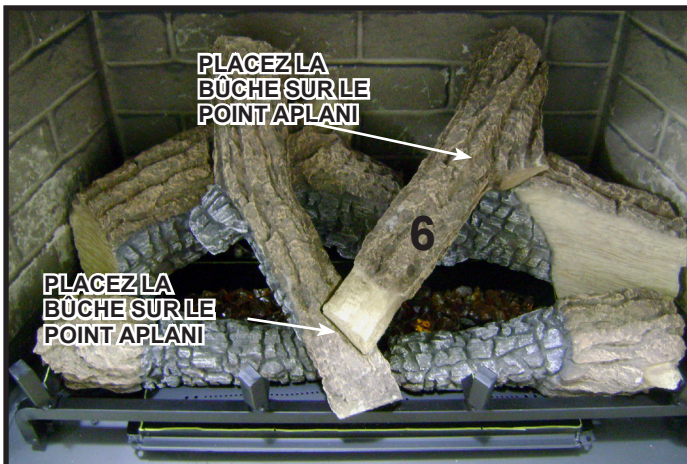

Figure 9. Placez la bûche n° 6
**Bûche n° 6 (SRV2202-706) :** Voir les figures 2 et 8 pour plus de références. Placez la section épaisse de la bûche sur le point aplani de la bûche n° 2. Placez la section mince de la bûche n° 6 sur le point aplani de la bûche n° 5, comme il est indiqué à la figure 9.